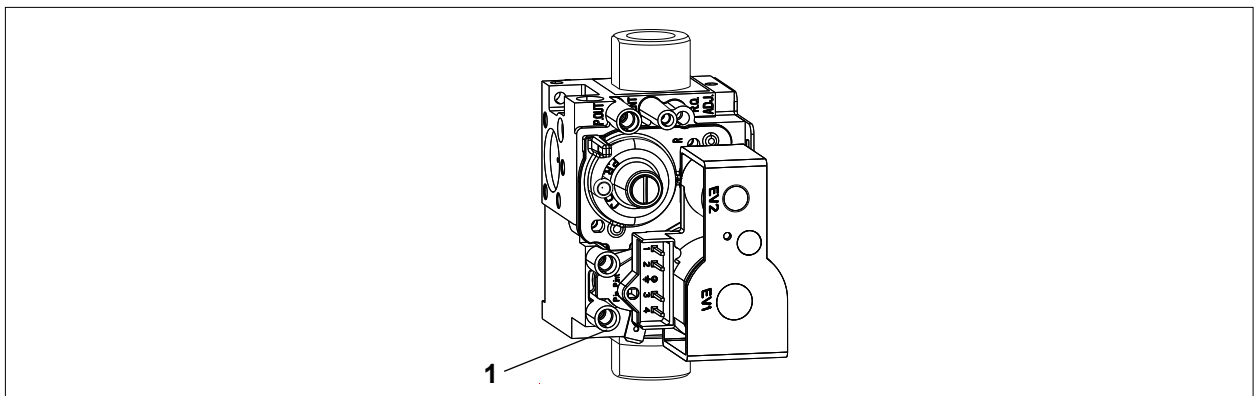

Рис. 6.4 Измерительный штуцер давления газа
- Ослабить резьбовую пробку на измерительном штуцере (1) (Рис. 6.4) и выпустить воздух из газовой линии.
- Подключить дифференциальный манометр или манометр с U-образной трубкой к измерительному штуцеру (1) выводу «+».